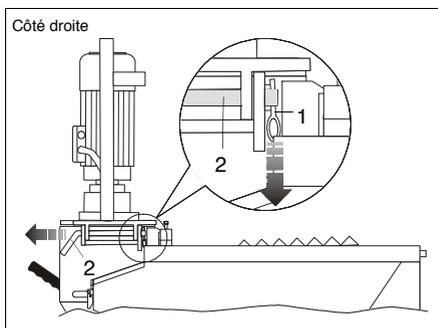

FIG.8 (Fiche de sécurité et pivot groupe motoréducteur)
- 4) Débrancher la fiche de sécurité (FIG. 8 - Réf. 1) depuis le pivot de la charnière (FIG. 8 - Réf. 2);